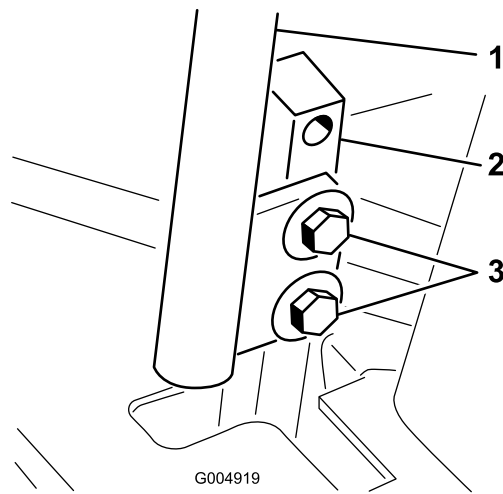

Figura 64
3. Allentate i bulloni di fissaggio delle leve di controllo (Figura 64).